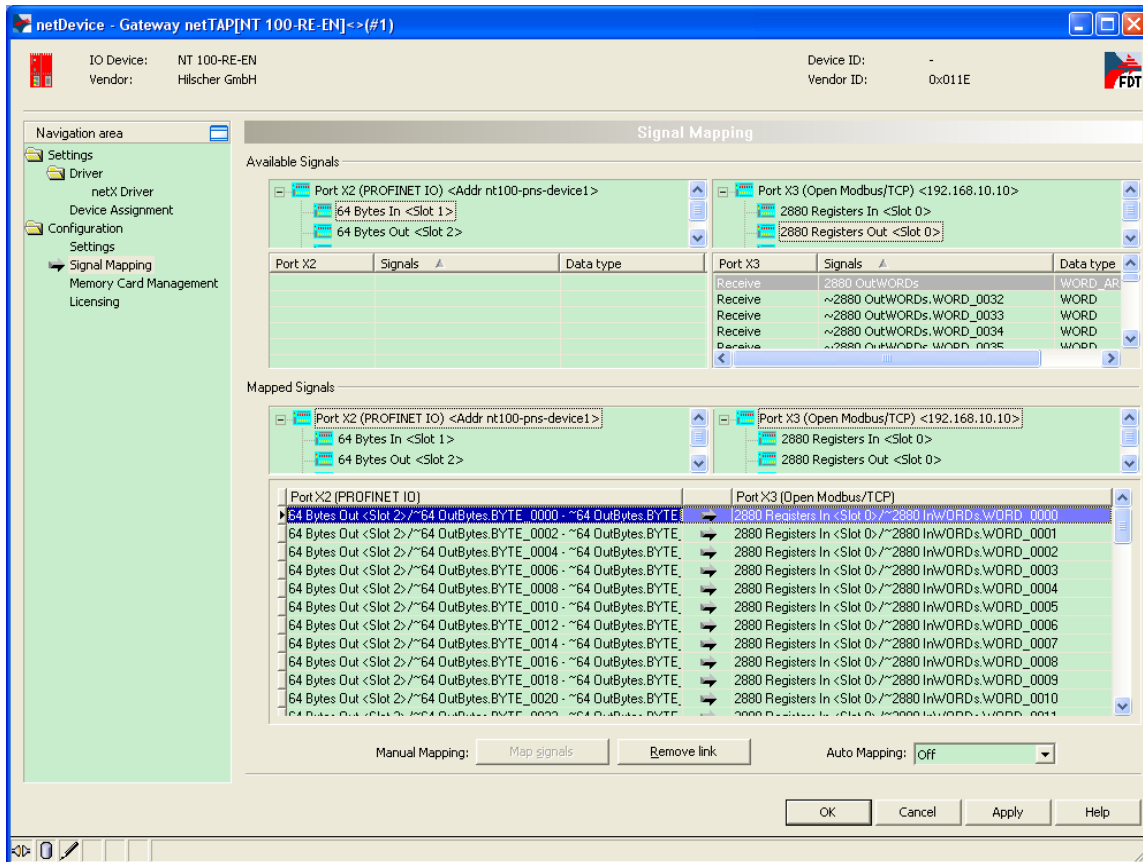

图 20
(19) 可以通过 Ctrl 键或 Shift 键选中多个 Receive 数据。还可以在 Auto Mapping 中，通过选择“From Port3 to Port2”，并单击 Apply 按钮，来进行数据自动映射，如图 20 所示。